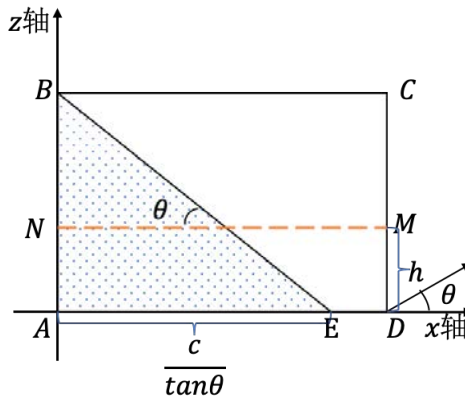

图 7: 油面形状为三角形示意图
(2) 油面呈现为“三角形”:  $h_k(t) \leq \frac{c_k}{2}$  并且  $\theta_1 \leq |\theta|$  并且  $|\theta| \leq \theta_2$ , 如图 7 所示。